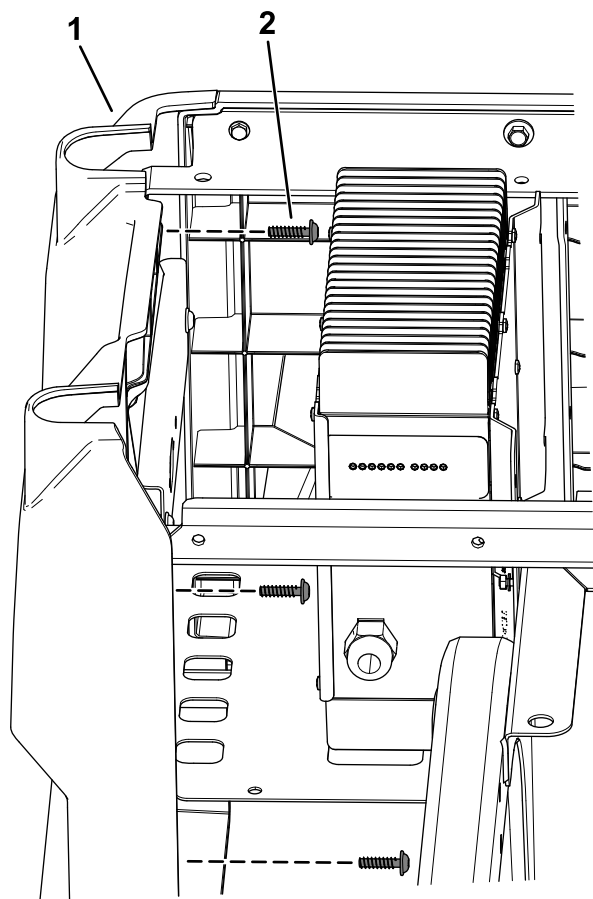

Рисунок 7
4. Выверните 4 винта с головкой Torx (M6,0 x 22 мм) из левой боковой панели и снимите ее (Рисунок 7).